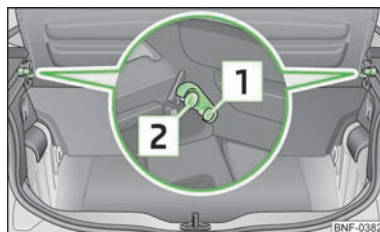

Fig. 41
- Pour la rabattre vers le haut, soulevez la tablette du coffre à bagages et poussez-la dans les supports latéraux [1] » fig. 41.
- Pour démonter, tirer la tablette du coffre à bagages en bas hors des supports latéraux [2] » fig. 41.
Veillez à ce que la tablette du coffre à bagages soit correctement enclenchée dans les supports latéraux [2] » fig. 41 – risque d'endommagement de la tablette du coffre à bagages ou du coffre à bagages.